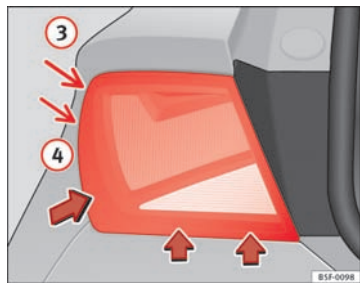

Fig. 144 Afmontering af baglygte i siden
- Flyt lygten frem og tilbage i pilenes retning, indtil den løsner sig fra holderen (position ③ og ④) ⇒ Fig. 144.